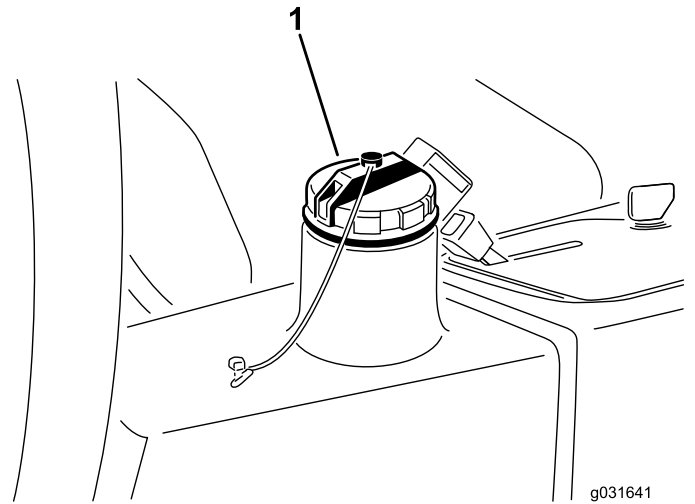

图 67
4. 向液压油箱 图 67注入约 13.2L 液压油请参阅 检查液压系统 \(页码 44\)。